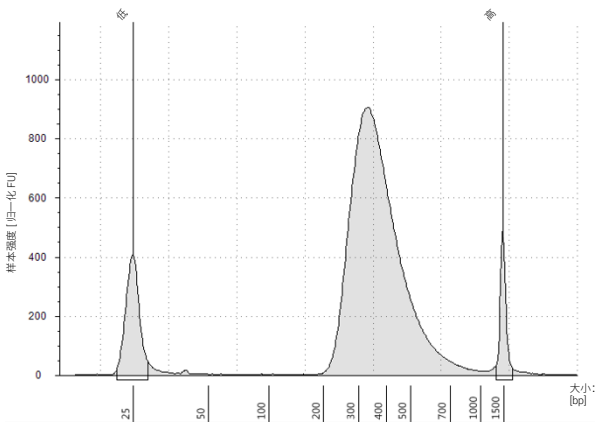
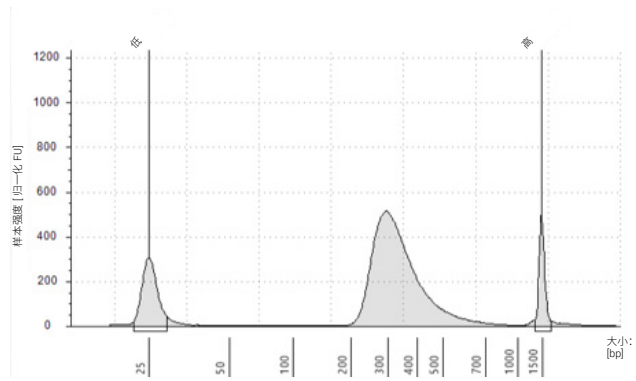
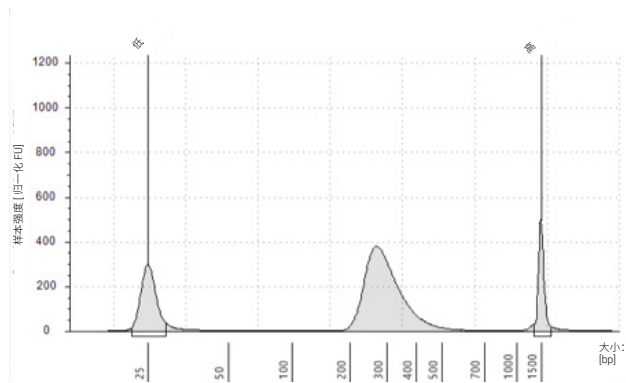

图 7 使用 High Sensitivity D1000 ScreenTape 检测试剂分析由高质量 gDNA 样本制备的捕获后文库。
图 8 使用 High Sensitivity D1000 ScreenTape 检测分析的由典型 FFPE gDNA 样本制备的捕获后文库。
图 9 使用 High Sensitivity D1000 ScreenTape 检测分析的由低质量 FFPE gDNA 样本制备的捕获后文库。
- 3 确认电泳图显示的 DNA 片段大小峰值介于 200 与 400 bp 之间。样本电泳图显示在图 7（由高质量 DNA 制备的文库）、图 8（由中等质量 FFPE DNA 制备的文库）和图 9（由低质量 FFPE DNA 制备的文库）中。